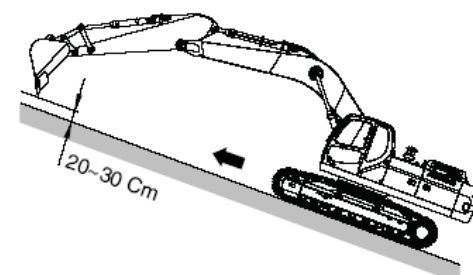

Рис. 35
6. Запрещается передвигаться поперек склонов; следует двигаться только строго вверх или вниз по склону. См. Рис. 35 и 36. Следует полностью выдвинуть рукоять, и опустить стрелу, чтобы ковш был на высоте 20-30 см над грунтом. Если машина начинает скользить или теряет устойчивое равновесие, следует немедленно опустить ковш на грунт, используя его в качестве тормоза. Если двигатель заглох, опустить ковш, убедиться, что все органы управления находятся в нейтральном положении (NEUTRAL) и снова запустить двигатель.